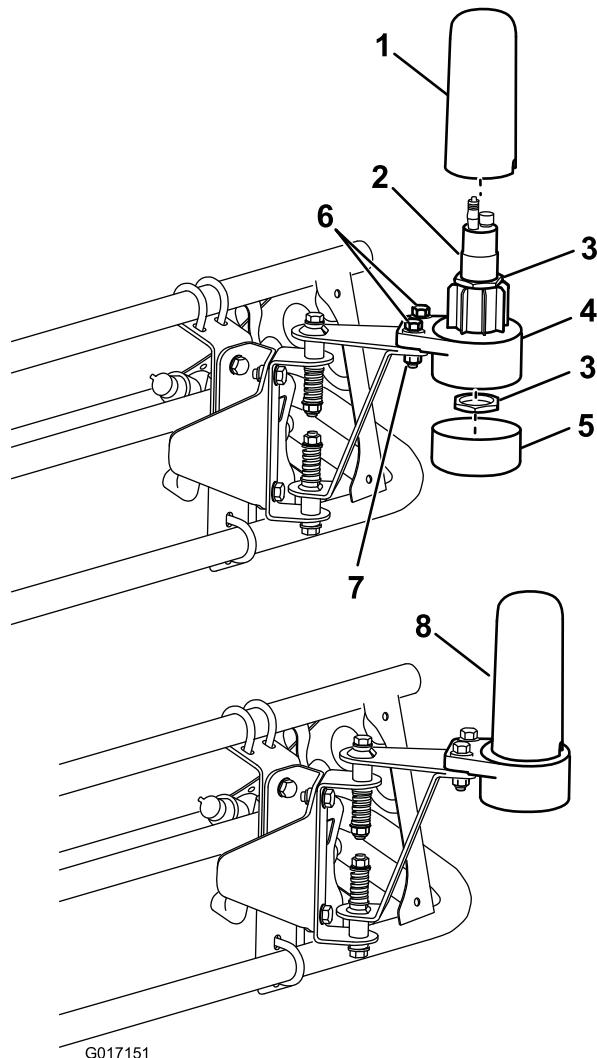

Рисунок 13
4. Установите нижний корпус датчика на крепежный узел датчика с помощью двух болтов (5/16 x 1-1/4 дюйма) и двух контргаек (5/16 дюйма) (Рисунок 13).
6. Вставьте датчик в нижний корпус датчика и закрепите с помощью двух увеличенных гаек, поставленных в комплекте с датчиком (Рисунок 13).
7. Установите трубку крышки и крышку (Рисунок 13).